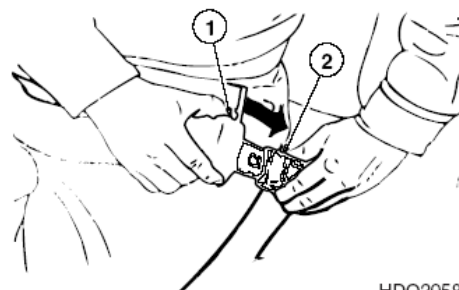

Рис. 127
Вставить конец ремня (1, рис. 127) в пряжку (2). Потянуть ремень, чтобы проверить фиксацию конца ремня в пряжке.